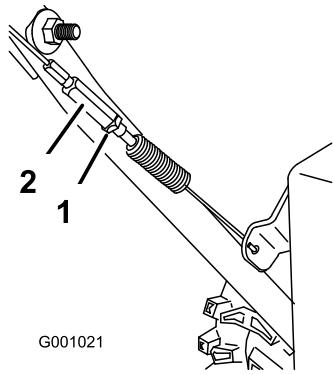

Figure 34
3. Resserrez l'écrou de blocage (Figure 34).